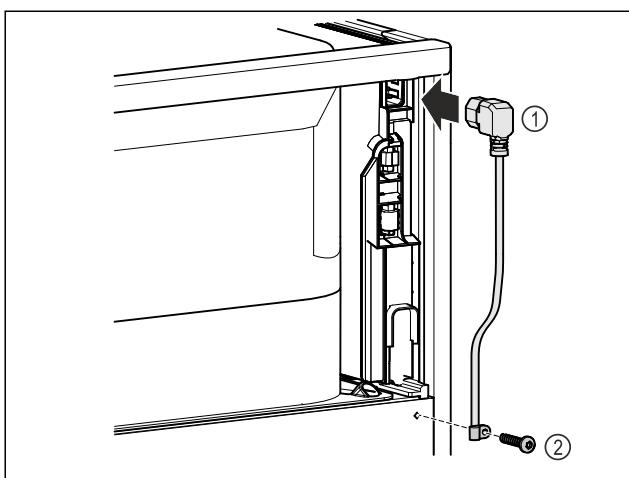

Fig. 11
- Zapojte zásuvku chladiaceho zariadenia sietového prívodu Fig. 11 (1) na zadnej strane zariadenia.
- Namontujte odľahčenie od tahu. Fig. 11 (2)